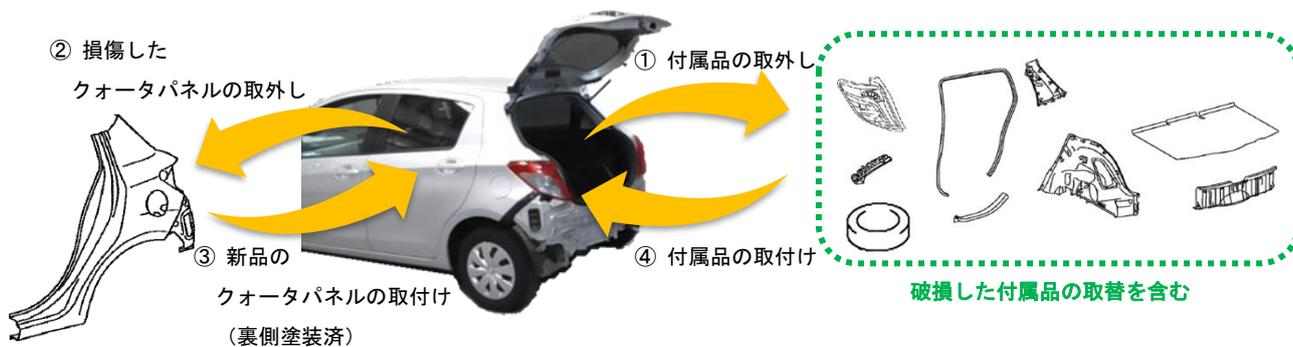

図2 B270 クォータパネル取替作業のイメージ
クォータパネル取替の指数は、トリムやテールランプなど付属品を取り外し（図2 ①）、次に損傷したクォータパネルを車体から取り外し（図2 ②）、裏側が塗装された新品のクォータパネルを車体に取り付け（図2 ③）、表側を塗装した後、トリムやテールランプなど付属品を車体に取り付ける作業（図2 ④）です。